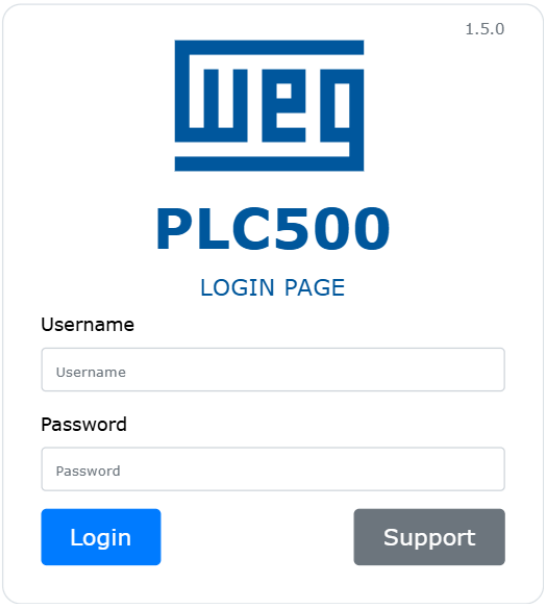

Figura 17.1: Página web del PLC500
- 3) Abra un navegador web y escriba la IP respectiva de la conexión. La página web se abrirá como se muestra en la Figura 17.1 y mostrará la pantalla de inicio de sesión del producto. Para el primer acceso, utilice **weg** como Username y **weg** como Password.